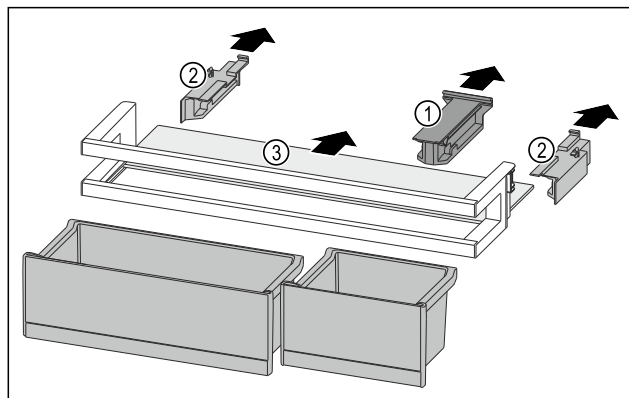

Fig. 88
- ▶ Snemite držalni del Fig. 88 (1).
- ▶ Snemite stranski del Fig. 88 (2).
- ▶ Odstranite polico za odlaganje Fig. 88 (3).